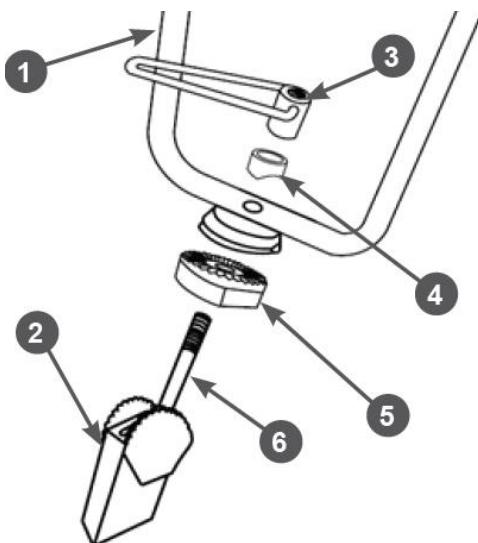

Рис. 6 Установка рабочих рукояток
5. Установите рабочие рукоятки поз.1 на стойку 2 (Рис. 6). Установите на шпильку поз. 6 двухстороннюю зубчатую пластину поз. 5, рабочие рукоятки поз. 1 и накладку поз. 4 (Рис. 6). Закрутите ручку поз. 3, не затягивая ее до конца. Отрегулируйте положение рабочих рукояток поз. 1 по горизонтали и вертикали, после чего закрутите ручку поз. 3 до упора (Рис. 6).